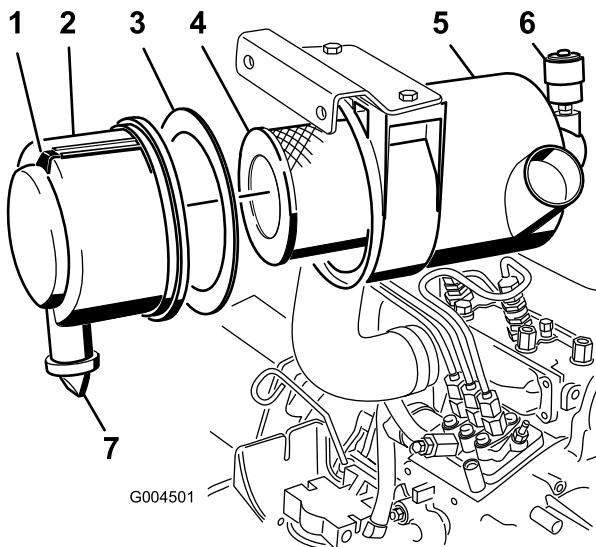

Figure 64
2. Faites l'entretien du filtre à air quand l'indicateur de colmatage (Figure 64) est rouge ou toutes les 400 heures (plus fréquemment si vous travaillez dans une atmosphère extrêmement poussiéreuse ou sale). N'effectuez pas l'entretien du filtre à air trop souvent.
1. Tirez le verrou vers l'extérieur et tournez le couvercle du filtre à air dans le sens antihoraire (Figure 64).
2. Déposez le couvercle du corps du filtre à air (Figure 64).
4. Déposez et remplacez l'élément principal (Figure 64).
6. Vérifiez que le joint en mousse est en place dans le couvercle et qu'il n'est pas déchiré ou endommagé (Figure 64).
- A. Retirez la valve de sortie en caoutchouc du couvercle (Figure 64).
10. Réarmez l'indicateur de colmatage (Figure 64) s'il est rouge.